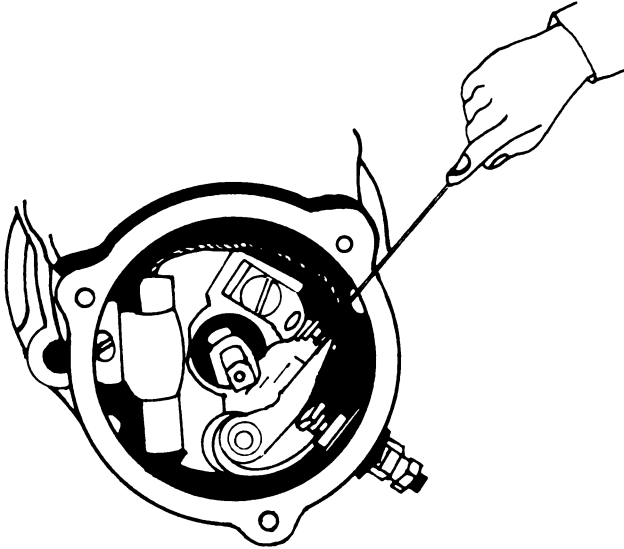

Fig. 14. La luz de platinos se calibra con *gauge*.
**Platinos.** La falla de los platinos ocasiona falta de corriente en todos los cables de las bujías, por lo que se sacan del distribuidor, y se limpian, liman y ajustan con la luz correspondiente, entre 0.014" y 0.018", y se regulan con un calibrador (Fig. 14).